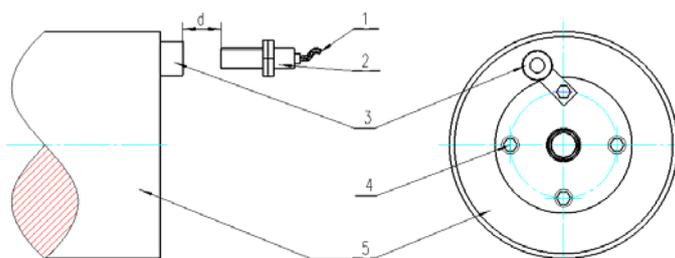

图 7-5 速度传感器安装
8.1 速度保护功能设置：无特殊要求，出厂时配置 GSG3-1 型，如图 7-5。